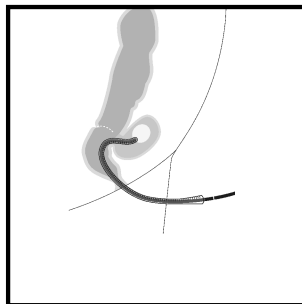

Fig. 2
8. Insira o endoscópio e o "overtube" (ou retoscópio ou protoscópio) cuidadosamente no canal anal utilizando um lubrificante apropriado e leve-o até ao nível da cavidade da lesão/fuga (Fig. 2).